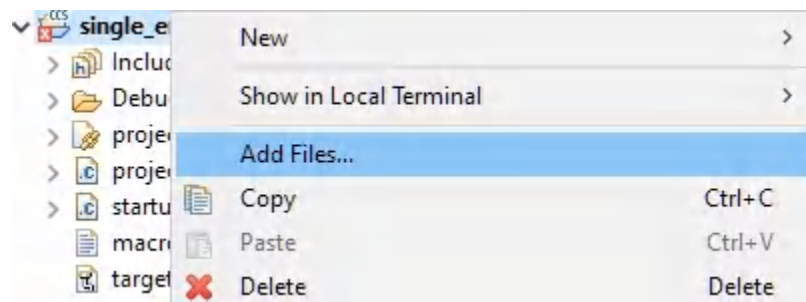

图 3-3. CCS 工程的“Add Files”选项
1. 转至 CCS 工程，右键点击工程名称以打开工程的选项菜单 (图 3-3)。